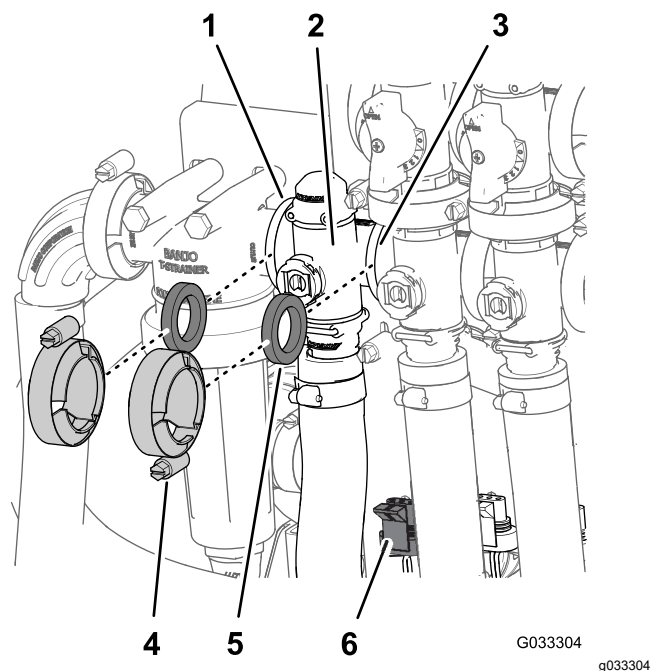

Figura 67
1. Rimuovete i morsetti e le guarnizioni che fissano il collettore della valvola di comando del volume (Figura 67).